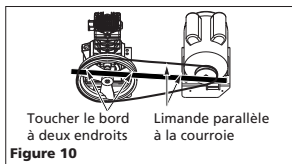

Figure 10
4. Pour aligner une courroie, placer une limande contre la face du volant, touchant la jante à deux endroits. (Voir Figure 10).
5. Ajuster le volant ou la poulie du moteur pour que la courroie soit parallèle à la limande (Voir Figure 10)